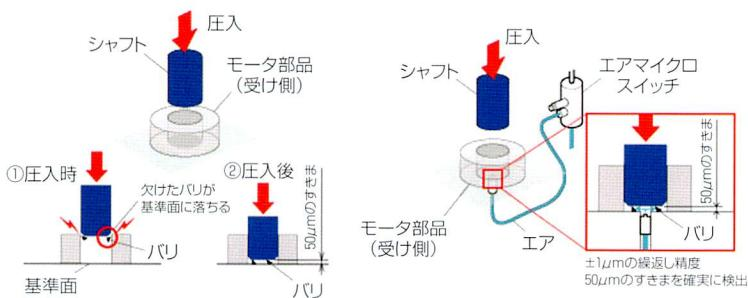

図5 モータ部品のシャフト圧入確認
- モータ部品のシャフト圧入確認(図5):基準面に落ちた圧入のバリによって発生する、50µmのすきまを検出。シャフト部品の精密組立てが実現した。